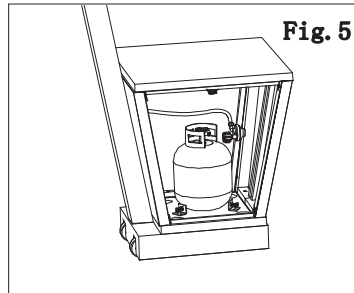

Fig. 5
2. Placez la bouteille dans le cadre de bouteilles. Voir Fig 5.